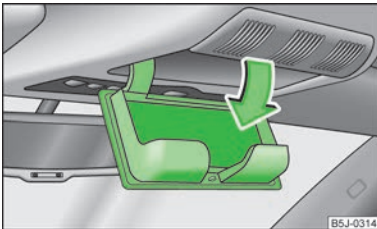

Fig. 65
► Apăsăți capacul compartimentului pentru ochelari în zona baghetei, compartimentul se rabatează în jos » fig. 65.